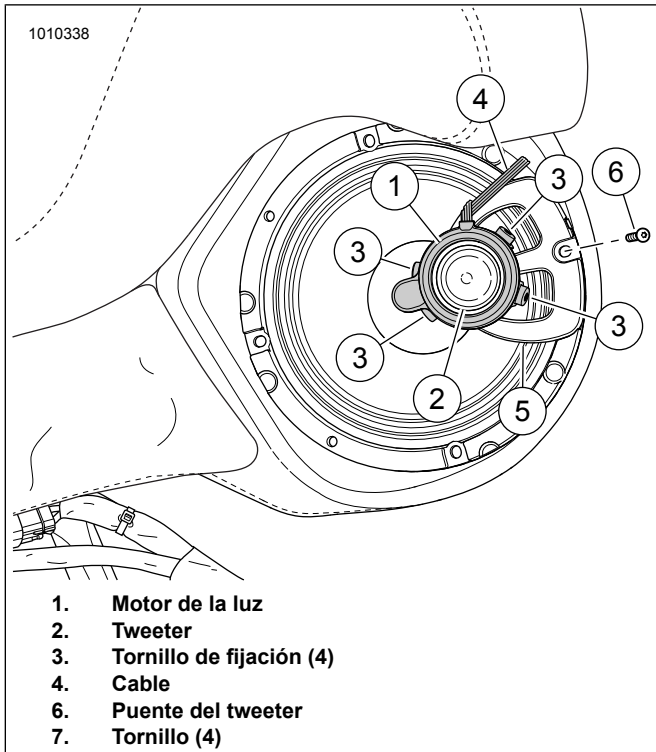

Figura 15. Altavoz, tweeter, puente del tweeter y luz LED
Consulte la Figura 15. Coloque el motor de la luz (1) en el tweeter (2) como se muestra. Comprima suavemente el motor de la luz en su lugar.